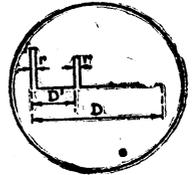

Figure 4.
Fig. 4. — Si les angles 1 et 2 sont égaux, nous avons la construction des diagonales d'un rectangle, donc les angles 4 et 3 sont égaux et égaux aux angles 1 et 2, et la droite A A' est perpendiculaire à M N, qui la divise en 2 parties égales. On peut refaire la figure indéfiniment : tout rayon issu de A, se réfléchissant en 1, sera tel que le prolongement de O1 coupera la droite A A' en A'.
rayons, tout se passe comme s'ils venaient du point A' où se rencontrent leurs prolongements. La figure 4 montre, en effet, que la position du point A' dépend uniquement de la distance du point O au miroir MN, mais non de la distance du point O au point A.
lares, si bien qu'une tension appliquée à ces plaques, dites de déviation verticale, tend à écartier le spot dans la direction perpendiculaire au balayage (1). Supposons maintenant que la période T de la tension de balayage soit celle des trains d'ondes d'émission du radar et que le début de chaque dent de scie coïncide avec le début du train d'ondes correspondant (fig. 4).
On verra plus tard comment on réalise ce synchronisme. Branchons sur les plaques de déviation verticale la sortie du récepteur du radar. Si un obstacle provoque un écho tel que la durée des parcours du train direct et de l'écho soit inférieure à T (appelons T_1 cette durée) on aura, sur l'écran de l'oscilloscope, une figure telle que la figure 4 :